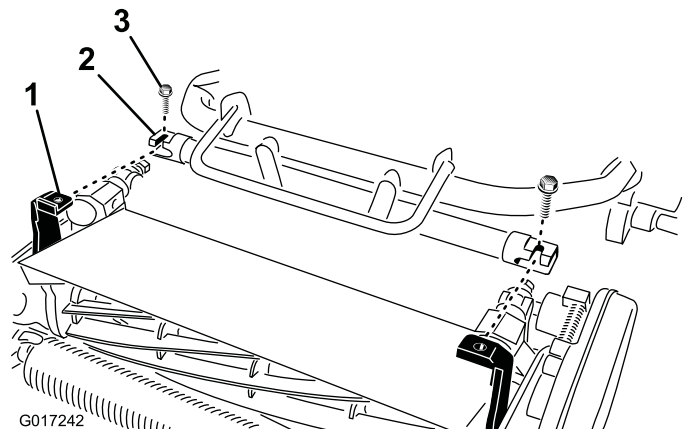

Figura 5
4. Mueva el bastidor de la unidad de tracción (Figura 5) hacia adelante hasta que se acople en los brazos de pivote de la unidad de corte.
5. Sujete el bastidor de la unidad de tracción a los brazos de pivote de la unidad de corte con 2 pernos (3/8 x 3/4 pulgada), según se muestra en la Figura 5.